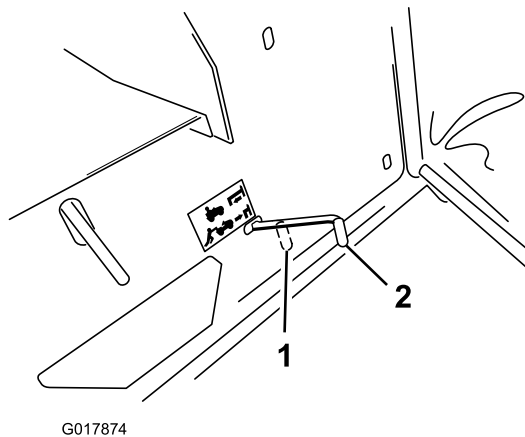

Bild 12
Hinweis: Dadurch wird der Antrieb ausgekuppelt, und die Räder befinden sich im Freilauf (Bild 12).
2. Stellen Sie den Antriebshebel in die Betriebsstellung (Bild 12), um die Antriebsanlage einzukuppeln.